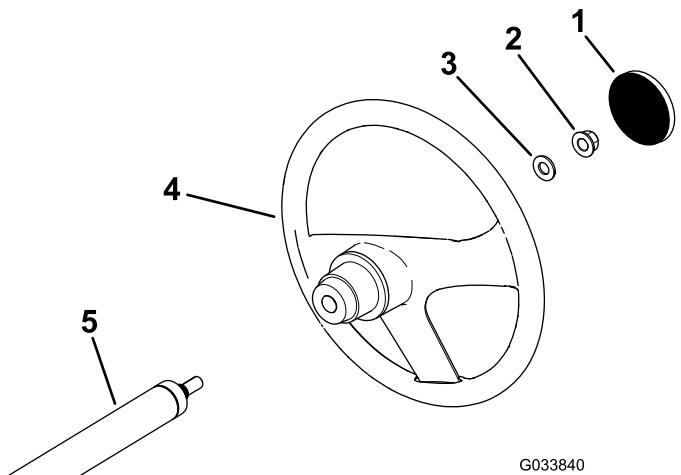

Figura 3
- Togliete la protezione, se installata, dal mozzo del volante (Figura 3).
- Togliete il dado di bloccaggio (½") dal piantone dello sterzo (Figura 3).
- Fate scorrere il volante e la rondella (½") sul piantone (Figura 3).
- Montate la protezione sul volante (Figura 3).